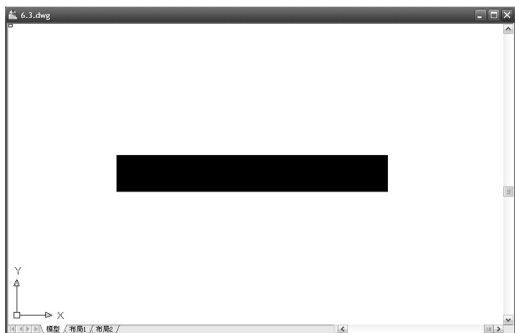

图 6.3 带有宽度的多段线
(1) 首先,在绘图区域用【多段线】命令绘制一条宽度为 240mm、长度为 1800mm 的多段线,如图 6.3 所示。